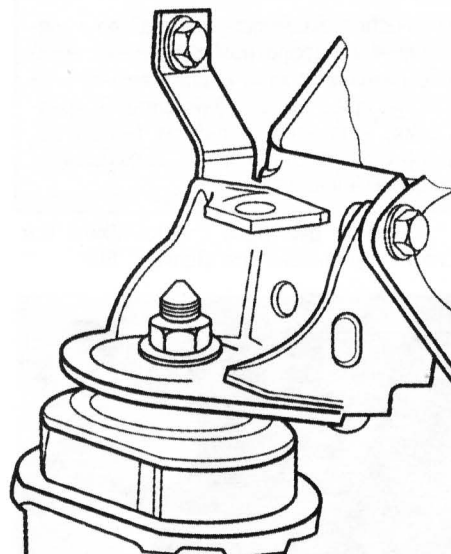

Рис. 4.36. Элементы передней опоры и кронштейна крепления двигателя
38. Отверните гайку крепления кронштейна двигателя к передней опоре (рис. 4.36).